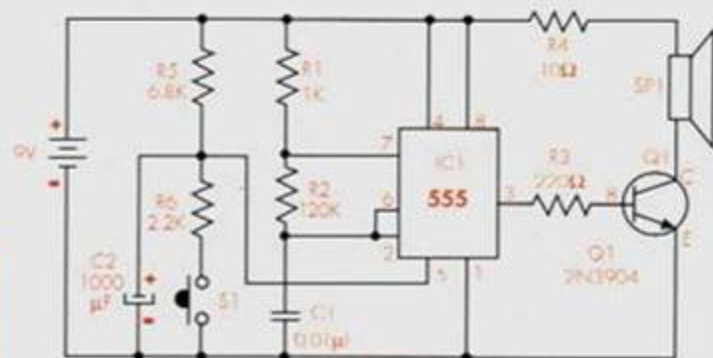

Figura 1. Diagrama esquemático
- Arme en el protoboard el circuito que aparece en el diagrama esquemático de la figura 1. La guía de montaje aparece en el diagrama pictórico. Revise la orientación del circuito integrado, de tal modo que sus pines no queden invertidos.